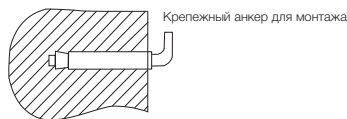

Рис. 3
2. После выбора места монтажа определите места под два крепежных болта с крючками (в зависимости от спецификаций выбранного изделия). Прорежьте в стене два отверстия необходимой глубины с помощью сверла размером, соответствующим размеру крепежных болтов, вставьте винты, поверните крюк вверх, плотно затяните гайки, а затем установите на него электрический водонагреватель (см. рис. 3).